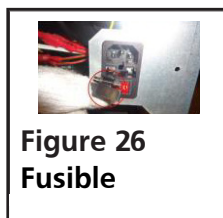

Figure 26
5. Fusible : Un élément fusible à l'arrière du dispositif protège contre les défauts et les risques d'électrocution. Voir Figure 26.